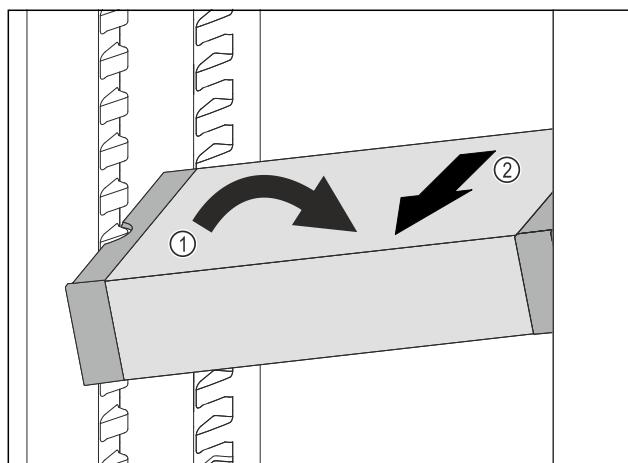

Fig. 102
- Predal VarioSafe postavite v hladilniku postrani. Fig. 102 (1)
- Predal VarioSafe izvlecite v smeri naprej. Fig. 102 (2)